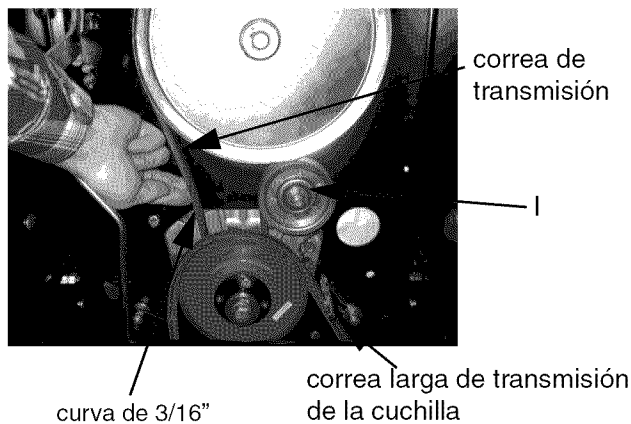

Figura 20
CAMBIO DE LAS CORREAS DE TRANSMISIÓN (Vea la figura 20)
3. Afloje la tuerca de seguridad (elemento I, Figura 20) sosteniendo la polea intermedia de la correa de transmisión en su lugar y deslice la polea alejándola de la correa de transmisión.